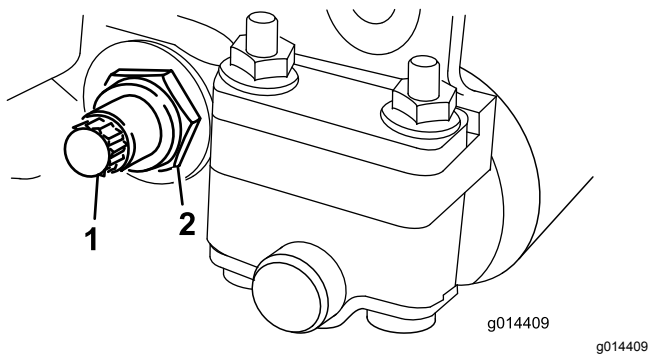

図 21
3. ベッドバーボルト 図 21を固定しているロックナット機体両側をゆるめる。
4. 各ベッドバーボルトを抜いてベッドバーを下に引き抜いてカッティングユニットから外す 図 21。